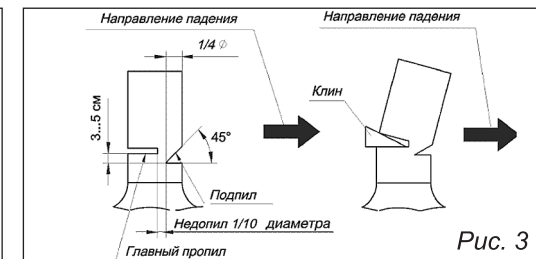

Рис. 3
**НАПРАВЛЕНИЕ ПАДЕНИЯ** (рис. 3):